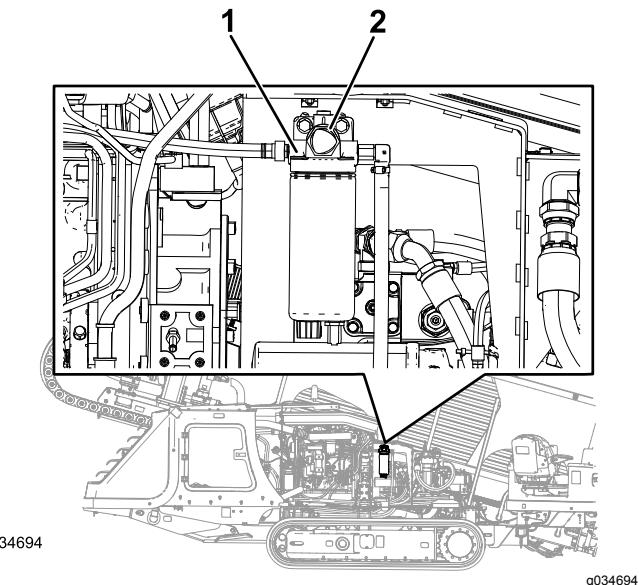

Figura 98
6. Localize o botão de ESCORVA na parte superior do adaptador do filtro de combustível primário (Figura 98).
7. Pressione e libere o botão de ESCORVA repetidamente até sentir resistência ao apertá-lo (**Figura 98**).
3. Forre a área sob o filtro de combustível primário com panos limpos (**Figura 98**).
4. Solte as abraçadeiras das mangueiras e desconecte o filtro de combustível primário das mangueiras de combustível (**Figura 98**).
6. Encaixe as mangueiras sobre a respectiva espiga no filtro de combustível primário e aperte as abraçadeiras (**Figura 98**).